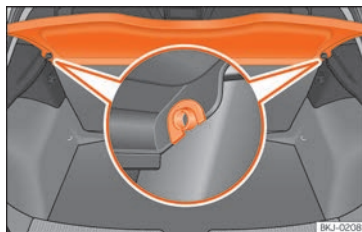

Abb. 137 Im Gepäckraum: Gepäckraumabdeckung aus- und einbauen.
- Ziehen Sie die Gepäckraumabdeckung nach oben aus den seitlichen Halterungen »» (Abb. 137) heraus.
- Führen Sie die Gepäckraumabdeckung horizontal ein, so dass das „Hufeisen“ über der Aufnahmeachse »» (Abb. 137) liegt, und drücken Sie die Abdeckung nach unten, bis sie einrastet.